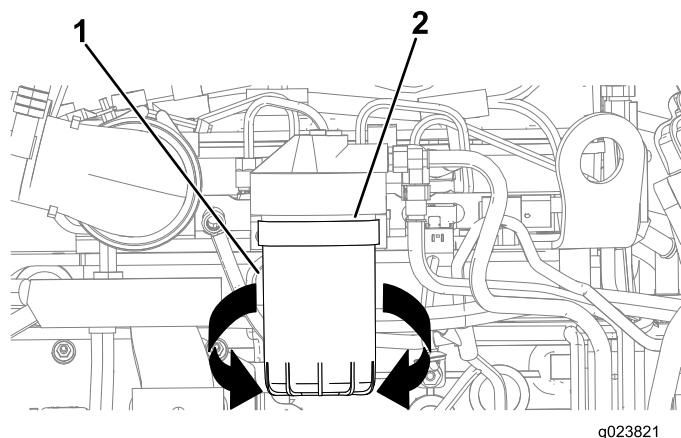

Рисунок 129
3. Установите поддон для слива или уложите ветошь под топливный фильтр тонкой очистки и переходник топливного фильтра (Рисунок 129).
4. Поверните топливный фильтр против часовой стрелки и снимите его (Рисунок 129).
7. Совместите топливный фильтр с переходником и поверните его по часовой стрелке, пока уплотнение топливного фильтра не войдет в контакт с переходником (Рисунок 129).
8. От руки затяните топливный фильтр еще на 1/2 оборота (Рисунок 129).